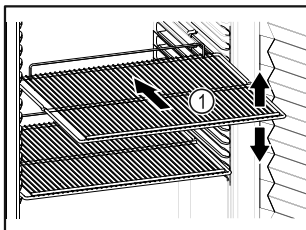

Fig. 60 Przykładowa prezentacja
- Jeśli ruszty do składowania Fig. 60 (1) są ruchome, należy je ustawić odpowiednio do wysokości.